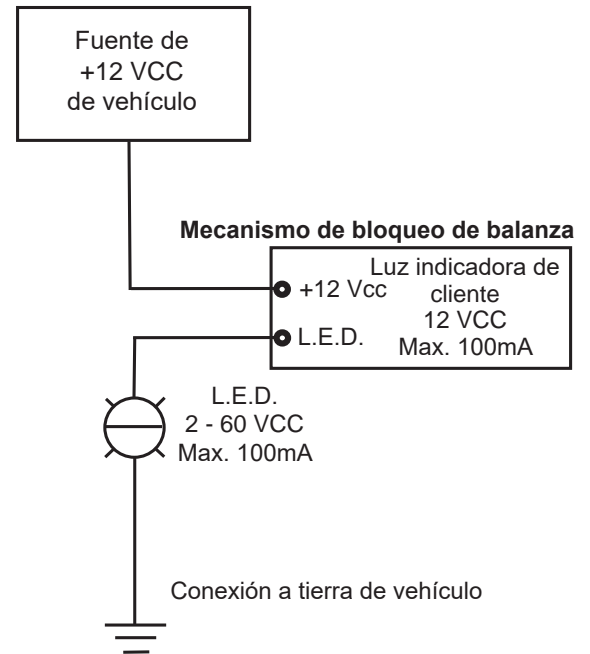

Figura 2
1. Se recomienda instalar una luz L.E.D. de 2 a 60 Vdc y un consumo máximo de corriente de 100mA. Consulte la figura 2.